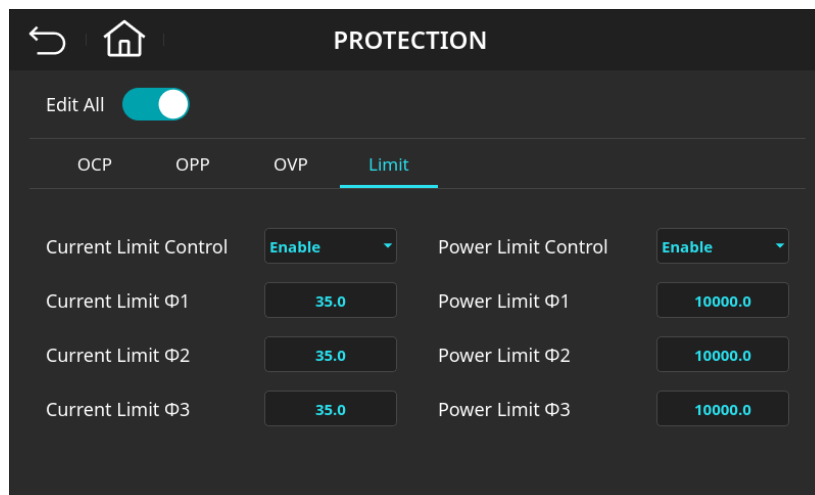

图 4-57 输出电流/功率限制保护页面(Current Limit $\Phi 1$ / $\Phi 2$ / $\Phi 3$ =35.0 A, Power Limit $\Phi 1$ / $\Phi 2$ / $\Phi 3$ =10000.0 VA)
8. 输入 [1], [0], [0], [0], [0] 后按下 **Enter** 键, 数值变更成" 10000.0 ", 如图 4-57 所示。